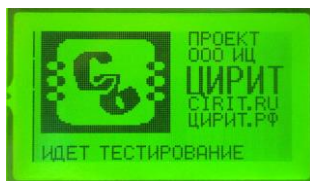

Рисунок 2.1
2.3.2.1 Подайте питание на пульт. После подачи питания происходит самоконтроль пульта в течение (2...3) мин, о чем сообщается на дисплее с изображением логотипа «СЪ», рисунок 2.1. При этом светодиодный индикатор поочередно мигает зеленым, оранжевым, красным цветом.
2.3.3.5 Нажмите кнопку «←» для перелистывания экранов в обратном порядке в ручном режиме аналогично 2.3.3.3, 2.3.4.4, при этом после первого экрана происходит переход на пятый экран, минуя вывод экранов с заставкой (рисунок 2.1), ошибками и предупреждениями. Отсутствие нажатия любой кнопки в течение 30 с, переводит дисплей в режим автоматического перелистывания экранов через 3 с.